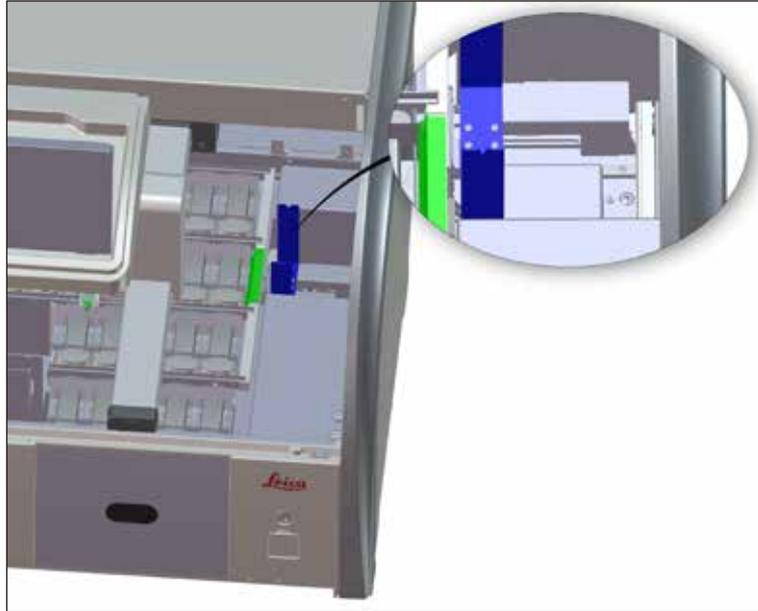

図96
- 搬送ステーション (→「図96」) は、試薬残渣がないか定期的に点検し、必要に応じて低刺激性で pH 中性の市販の洗浄剤で清掃します。